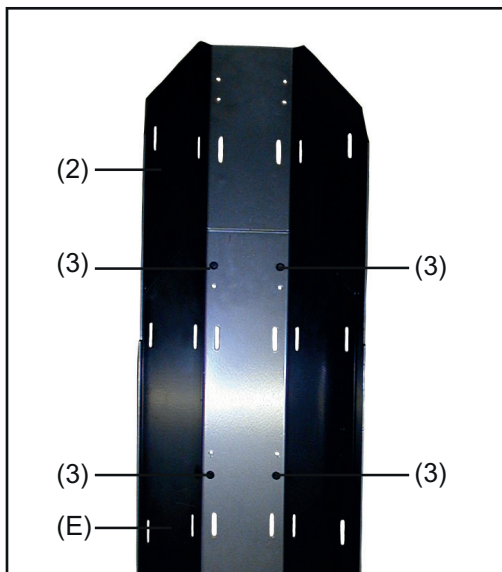

Fig. 7 Monter la rallonge sur le support de bouteille de gaz
- 6 Poser la rallonge (2) sur le support de bouteille de gaz (E), de manière à ce que les huit orifices se superposent respectivement (Fig. 7)
- 7 Introduire les vis „Extrude-Tite“ (3) fournies dans les deux orifices supérieurs et dans les deux orifices inférieurs respectivement (Fig. 7)
- 8 Visser la rallonge (2) avec ces quatre vis sur le support de bouteille de gaz (E) (Fig. 7)